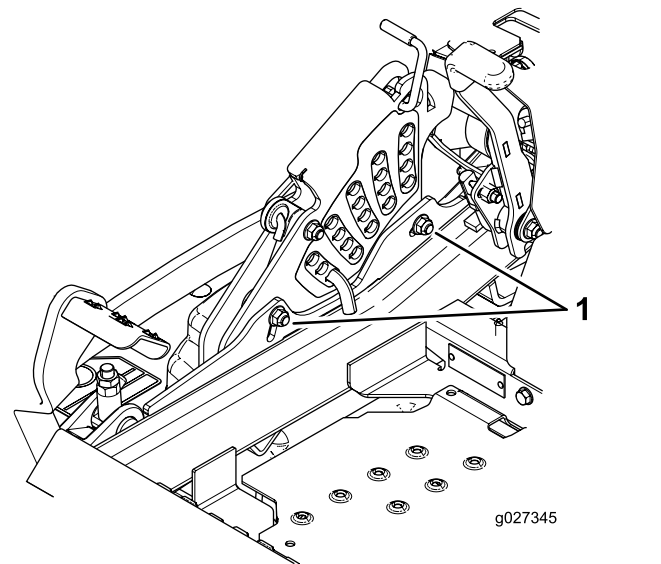

Figura 107
11. Para ajustar el sistema de ajuste de un solo punto, afloje los 2 pernos situados cerca del borde inferior de la pletina de altura de corte (Figura 107).
13. Apriete los 2 pernos en el borde inferior de la pletina de altura de corte (Figura 107).